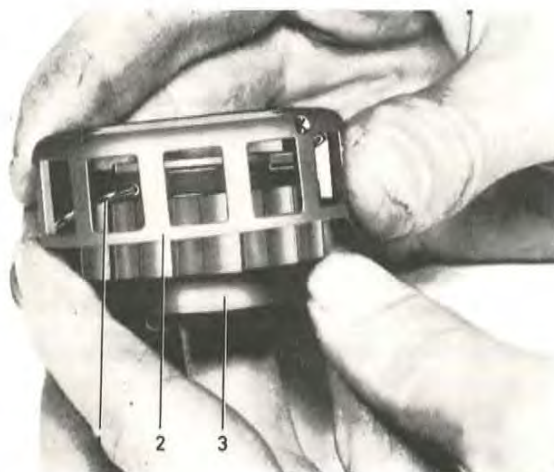

Bild 27. Hopsättning av frihjul, I
5. Montera samman frihulets nav, fjäder och rullhållare, se bild 27. Vrid rullhållaren medurs så långt det går och lås den i detta läge med en kil enligt bild 28. Sätt i rullarna. Lägg ett gumiband eller snöre om rullarna.